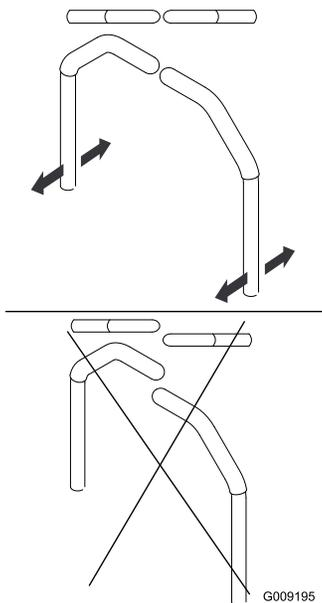

Figura 84
4. Allineate le leve latitudinalmente portandole assieme in folle e fatele scorrere finché non sono allineate, quindi serrate i bulloni (Figura 84).